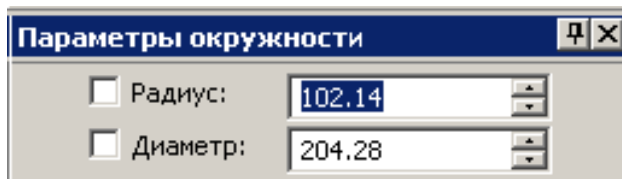

Рисунок 3 – Окно свойств параметров окружности
- окружность с центром в узле, строится в режиме «». Для построения такой окружности необходимо задать два элемента: либо центр и радиус (диаметр), либо центр и узел, через который проходит окружность, либо центр и касание к прямой или другой окружности. В качестве центра выбирается узел чертежа или пересечение линий построения. Если необходимо точно задать радиус или диаметр, то его значение набирается в окне свойств (рисунок 3), без вызова этой опции радиус или диаметр будет взят по положению курсора. Если задается касание или узел, то необходимо указать курсором на нужный элемент построения чертежа.